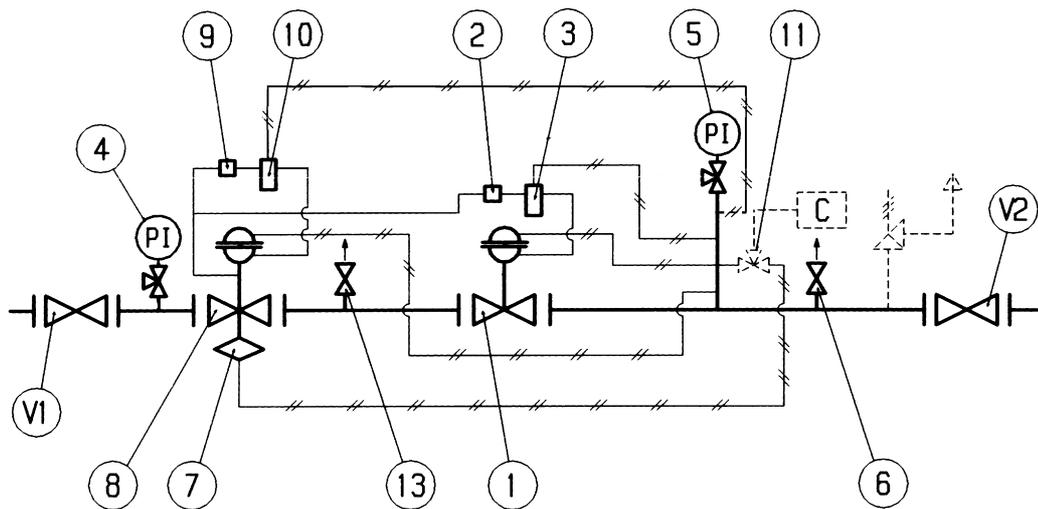

Fig. 17
6.3 PUESTA EN SERVICIO DEL REGULADOR, MAS EL REGULADOR MONITOR EN LÍNEA REFLUX 819 CON VALVULA DE BLOQUEO SB/82 (FIG. 17)
6.3 FUNCIONAMENTO DO REGULADOR COM MONITOR DE LINHA REFLUX 819 COM VALVULA DE BLOQUEIO SB/82 (FIG. 17)